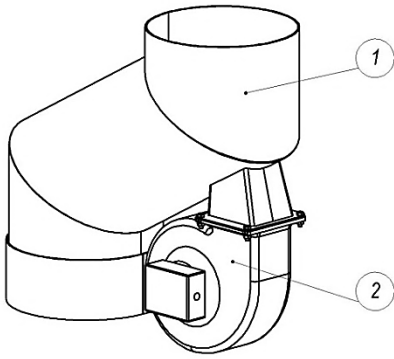

Рис. 10
- е) Дымовой аспиратор (дымосос). (Рис.10).
Является дополнительной опцией, позволяющей увеличить тягу отводимых газов. Устанавливается в соответствии с Рис.10.